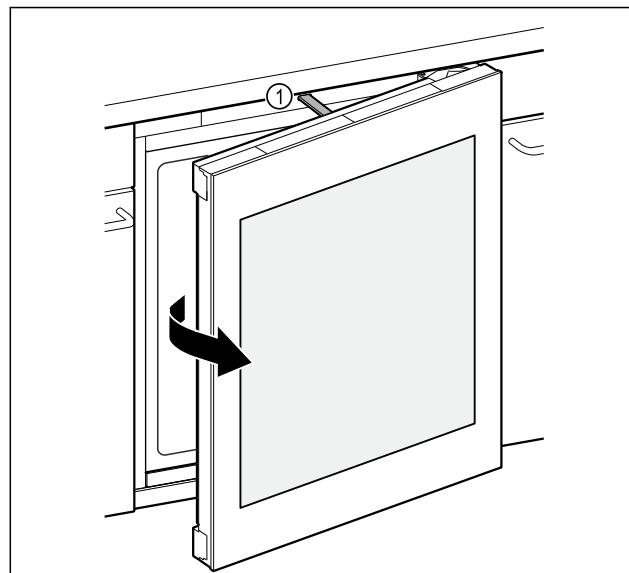

Fig. 82
- La tige de poussée Fig. 82 (1) ouvre la porte d'env. 7 cm.